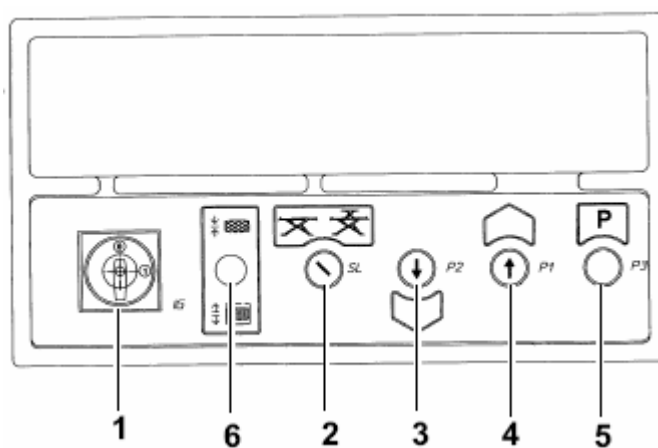

Рис. 38
**Up («Вверх»)** – (см. Рис. 38) Поверните главный выключатель (1) в положение 1. Переключатель (2): положение 0, подъем основного подъемника